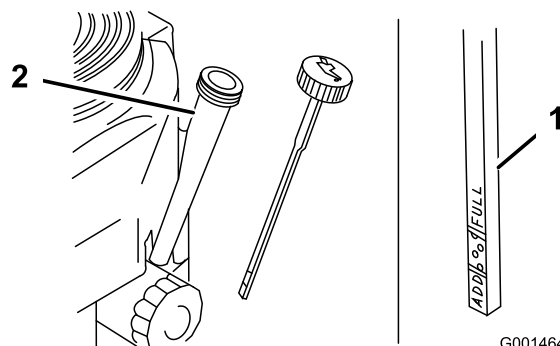

Figure 26
5. Retirez la jauge d'huile et essuyez soigneusement son extrémité (Figure 26).
6. Remettez la jauge au fond du tube de remplissage, mais sans la visser (Figure 26).
4. Nettoyez la surface autour de la jauge d'huile (Figure 26) pour éviter que des impuretés ne s'introduisent dans le goulot de remplissage, ce qui risquerait d'endommager le moteur.
8. Versez avec précaution environ 80 % de la quantité d'huile spécifiée dans le goulot de remplissage (Figure 26)